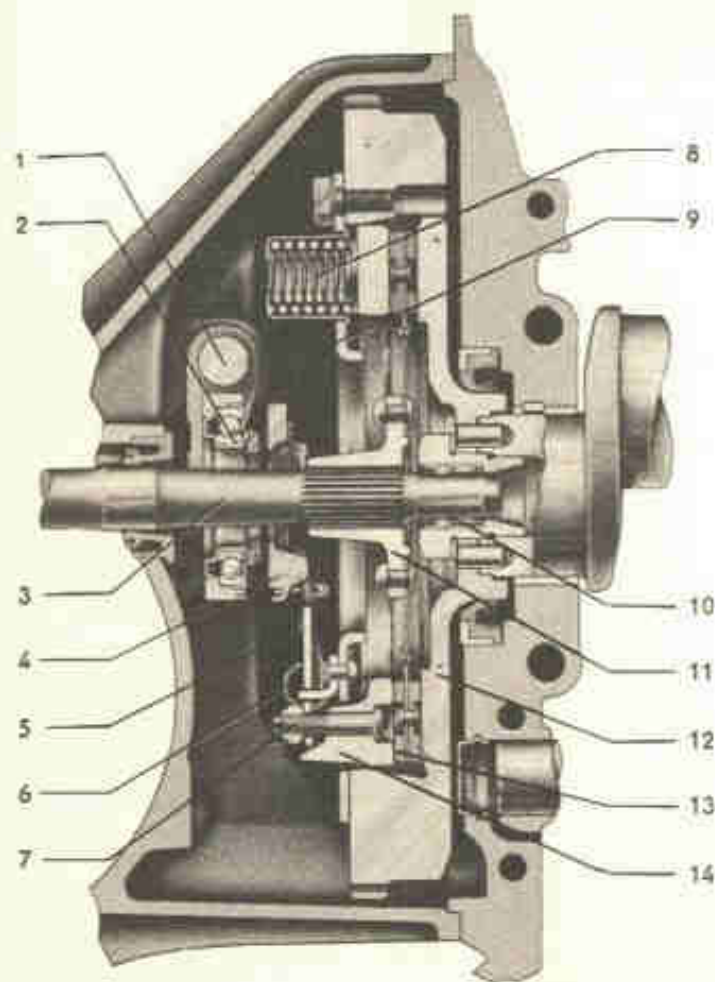

Fig. 1-I — Corte da embreagem
As principais partes da embreagem são as seguintes (referências a fig. 1-I): **disco de fricção ou disco de embreagem** (11), provido de um cubo no qual se aloja a árvore primária da caixa de mudanças por engate de estrias; **platô ou placa de pressão** (14), provida de fortes **molas de pressão** (8), que o comprimem contra o volante do motor (12), ficando o disco da embreagem entre essas duas peças; o **suporte do platô ou tampa** (9), no qual se alojam os **apoios ou capas das molas de pressão** e que fixa o conjunto da embreagem no volante do motor, **três alavancas de debreagem ou "gafanhotos"** (6), as quais, apoiadas no suporte do platô, controlam o deslocamento do platô para frente ou para trás; **espelho do platô ou "deslizador"**, (4), que reúne as três extremidades livres dos dos gafanhotos; o **colar de carvão ou de rolamento** (2), cuja função é forçar o espelho do platô a frente e assim fazer os gafanhotos girarem em seus eixos, para que forcem o platô a se afastar do volante do motor; o **garfo** (1), que atua sobre o colar, comandado pelo pedal da embreagem. As figuras 2-I e 3-I mostram essas peças destacadas.